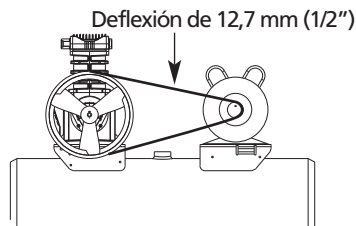

Figura 6
Las bandas se estiran con el uso normal. Al aplicarle una fuerza de 2,27 kg, entre la polea del motor y el cabezal, a una banda bien ajustada, la deflexión debe ser aproximadamente 12,7 mm (Vea la Figura 6).
- Ajuste el volante o polea del motor de modo que la banda quede derecha (Vea Figura 6).